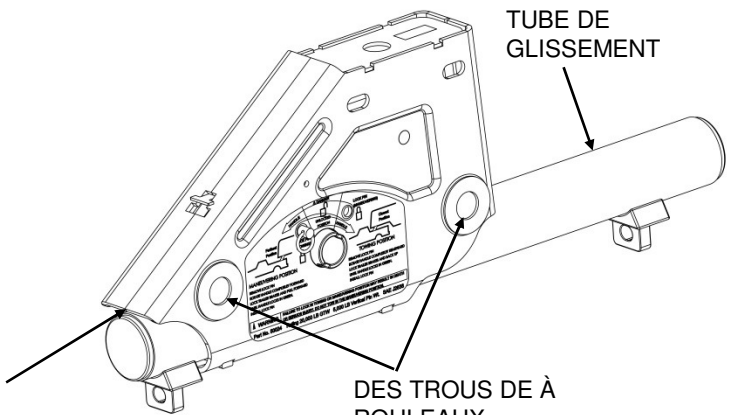
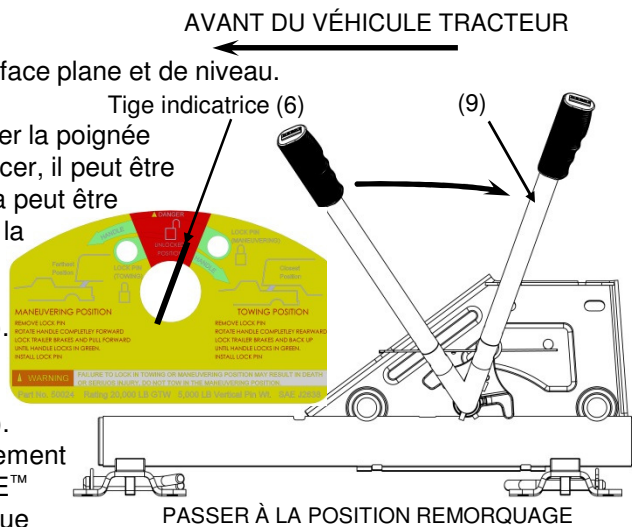
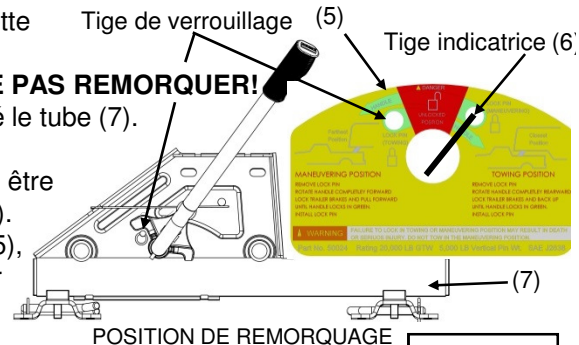

Figure 12
Figure 17
Figure 18
7. Couvrir la surface supérieure du tube de glissement et les trous de roulettes dans chacun des assemblages de la sellette avec de la graisse tout usage ou du lubrifiant au Téflon, utiliser au besoin (voir figure 12). Répéter cette application chaque mois durant l'utilisation.
3. Retirez la goupille de verrouillage du trou de manoeuvre et pousser la poignée (9) vers l'arrière (voir figure 17). Si la poignée (9) est difficile à déplacer, il peut être coincée dans le trou de verrouillage dans le tube coulissant (7). Cela peut être résolu en déplaçant légèrement le camion ou reculer jusqu'à ce que la poignée (9) se déplace librement. Répétez l'étape 2 si nécessaire.
4. La tige indicatrice (6) devrait être au-dessus de la section déverrouillée rouge près de la section verte de remorquage (voir figure 17). La pression du ressort presse le loquet contre le dessus du tube (7), le loquet se verrouillera dans la fente lorsque la REESE™ Fifth Wheel Slider se déplace à la position de remorquage (voir figure 18).
5. Retourner au camion. Dégager le frein à main. Engager manuellement le frein de la remorque et reculer le camion jusqu'à ce que la REESE™ Fifth Wheel Slider s'arrête près du boulon sur le pied (figure 12) et que le loquet s'engage en position de remorquage (voir figure 18).
- B. Si la sellette ne bouge pas, le loquet a engagé les tubes (7) et la sellette devrait être bloquée en position de remorquage.
- C. Si la sellette ne bouge pas, le loquet n'a pas engagé les tubes (7). **NE PAS REMORQUER!** Répéter les étapes 1 - 6 ci-dessus jusqu'à ce que le loquet ait engagé le tube (7).
7. Examiner l'étiquette de mise en garde (5). La tige indicatrice (6) devrait être au-dessus de la section verte sur la droite de l'étiquette (5) (voir figure 18). Si la tige indicatrice (6) est au-dessus de la section rouge sur l'étiquette (5), le loquet n'a pas engagé les tubes (7). **NE PAS REMORQUER!** Répéter les étapes 1- 6 ci-dessus.